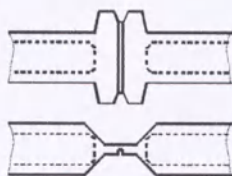

Рис. 5. Вид запаянного шва
10.3. Извлеките магистраль из запаивающей головки и проконтролируйте качество запаянного шва на соответствие рис. 5. Аппарат готов к следующему запаиванию.